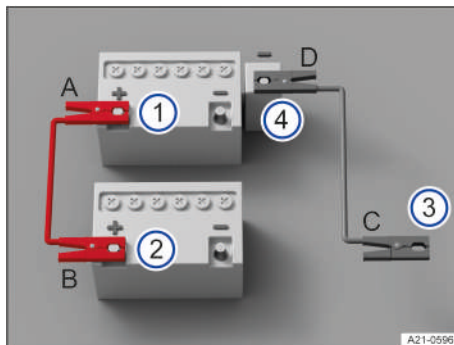

Fig. 239 Esquema para la conexión de los cables de arranque.
Los cables de arranque solo se deberán conectar siguiendo el orden A - B - C - D → fig. 239.
3. Conecte un extremo del cable de arranque rojo al polo positivo (+) de la batería de 12 voltios del vehículo que la tiene descargada → fig. 239 ① → ⚠.
4. Conecte el otro extremo del cable de arranque rojo al polo positivo de la batería (+) del vehículo que suministra la corriente → fig. 239 ②.
5. Conecte un extremo del cable de arranque negro preferentemente a la toma para la ayuda de arranque, masa (-), del vehículo con la batería de 12 voltios que suministra la corriente → fig. 239 ③.
O bien: si no hay ninguna toma para la ayuda de arranque, masa (-), conecte el extremo del cable de arranque negro al bloque motor o a una pieza de metal maciza atornillada fijamente al bloque motor del vehículo con la batería de 12 voltios que suministra la corriente → fig. 239 ③.
6. Conecte el otro extremo del cable de arranque negro a la toma para la ayuda de arranque, masa (-), del vehículo con la batería de 12 voltios descargada → fig. 239 ④ → ⚠.
3. Tras haber utilizado con éxito la ayuda de arranque, desconecte los cables de arranque únicamente en el orden D - C - B - A → fig. 239.